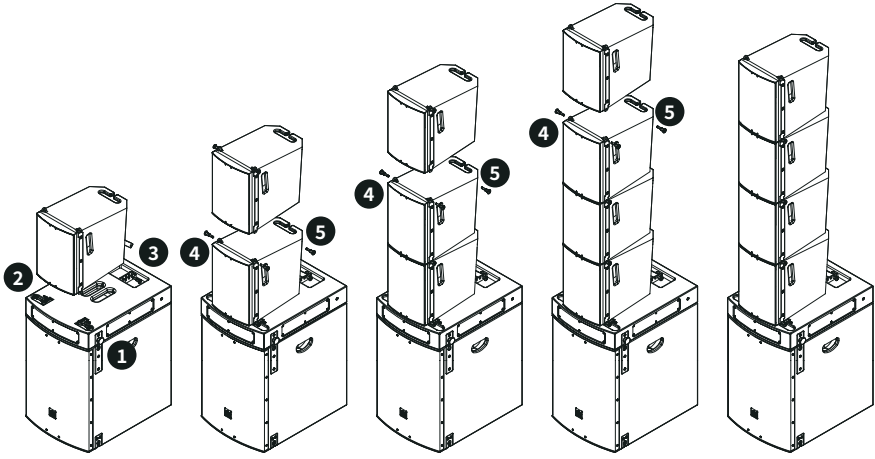

Abbildung 12. Installation von Arrays-Stacks mit M-F3A S12 PRO SFi und M-F3A S15 PRO SFi Montagerahmen.
2. Stellen Sie den ersten M-F3A oder M-F3A PRO auf den Stacking-Rahmen. Verriegeln Sie die beiden unteren Montagepunkte auf der Vorderseite der Box mit den Sicherheitsstiften des Rahmens. Siehe Abbildung 12.
7. Wiederholen Sie die drei vorherigen Schritte, um weitere M-F3A oder M-F3A PRO Einheiten auf den bereits installierten zu montieren (siehe Abbildung 12). Mit diesem Montagerahmen dürfen maximal vier Lautsprecher übereinander gestackt werden.